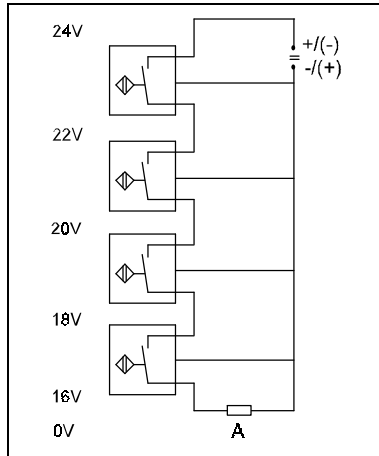

Fig. 7: Ejemplo; Example
*Polaridad en Fig. 7:*
*Polarité en Fig. 7:*